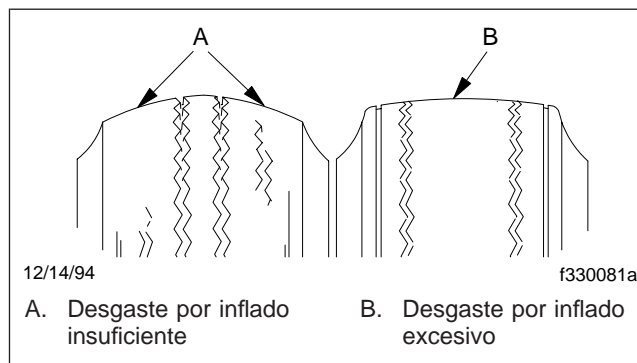

Figura 1, Daños al neumático debidos a inflado insuficiente o excesivo
3. Revise la presión de inflado de los neumáticos. Vea las presiones recomendadas en el **Grupo 40** de este manual. Un neumático inflado insuficientemente causa un desgaste alrededor de todo el contorno de ambos hombros del neumático. Un neumático inflado excesivamente causa desgaste de la banda de rodadura en el centro del neumático. Vea la **Figura 1**.